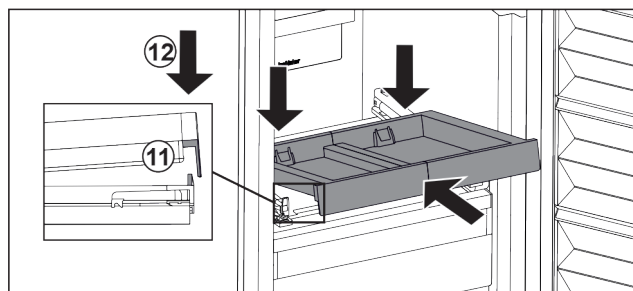

Fig. 104
- Schräg einschieben. Darauf achten, dass auf beiden Seiten der Anschlag hinter der Lasche ist. Fig. 104 (11)
- Auszugsbord vorne absetzen. Fig. 104 (12)